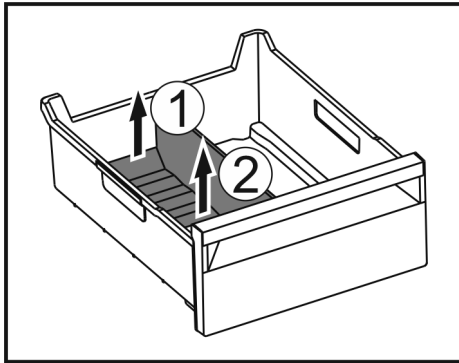

Fig. 145
- Soulever la partie arrière du séparateur de congélateur. Fig. 145 (1)
- Retirer le séparateur de congélateur par le haut. Fig. 145 (2)